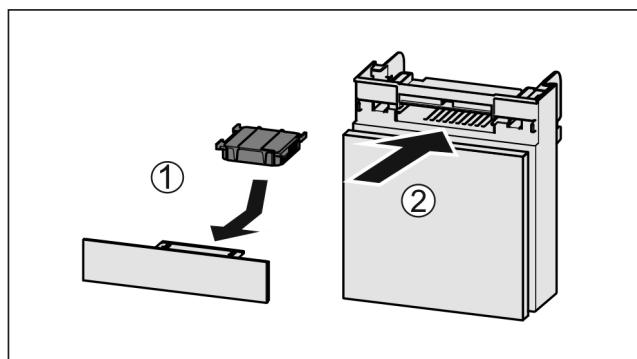

Fig. 103
- Aktivni ogleni filter vstavite Fig. 103 (1) skladno s prikazom na sliki.
Predal potisnite noter Fig. 103 (2).